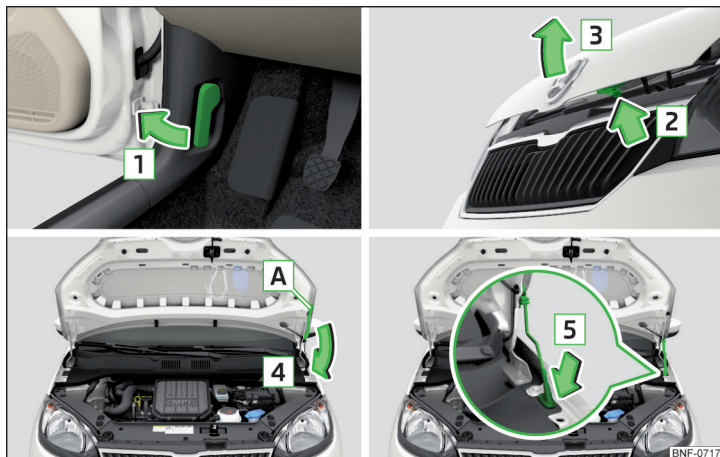

Bild 136 Öppna motorhuven
- Öppna framdörren och dra låshandtaget under instrumentbrädan i pilens riktning **1** » bild 136.